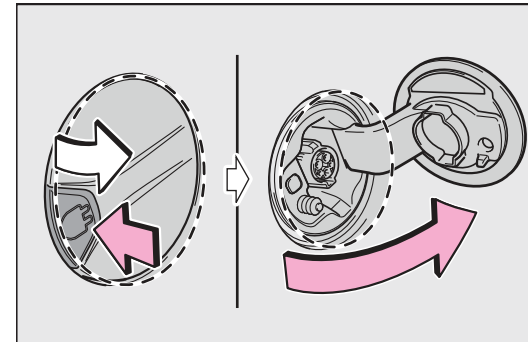

Fig. 40
- Open het laadklepje aan de voorzijde van de auto Fig. 40